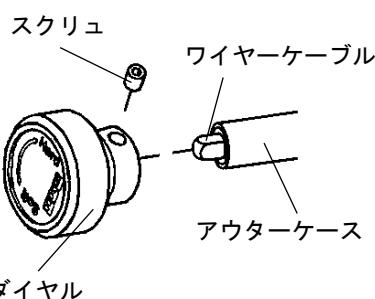

図5-1
1. 減衰力調整ケーブル（同梱品）からダイヤルを取外してください。六角レンチ（1.5mm・同梱品）を使用して、スクリュをゆるめて取外してください。（図5-1）
4. アウターをワイヤーケーブルに差込み、六角レンチ（1.5mm・同梱品）を使用して、ダイヤルをワイヤーケーブル先端に取付けてください。（図5-1）